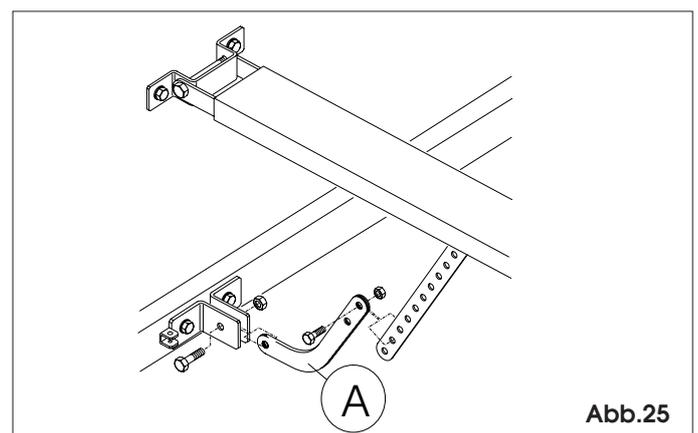

Abb.25
7.25 Bei Sektionstoren ist im Bedarfsfall der Arm laut Abb. 25 Bez.A an der Aufhängung zu montieren und ab Punkt 7.18 fortzufahren.